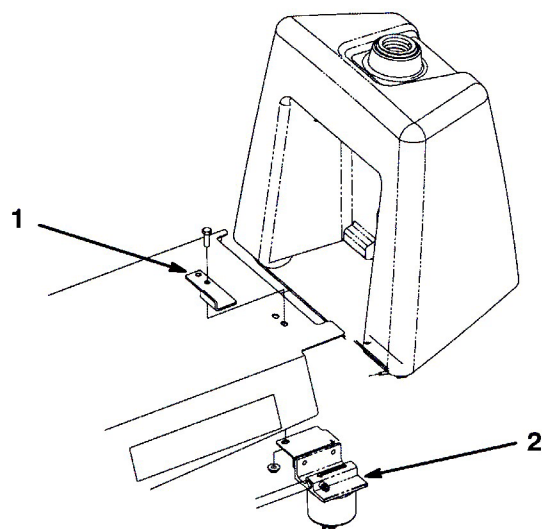

図3
6. 水セパレータのブラケット (図3) をスカートの裏側に固定しているキャップスクリューとナットを外す。
7. 外したキャップスクリューとナット、および付属部品（ $5/16 \times 1$ キャップスクリューとナットを使って、シート・ストップと水セパレータとをスカートの裏側に固定し、ストップの位置を図3のように調整する。